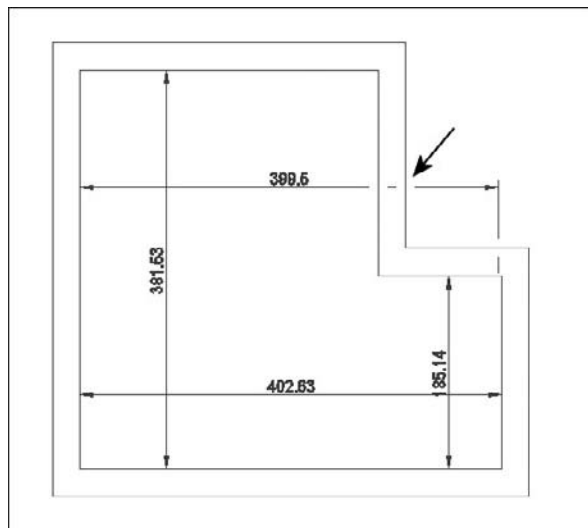

Fig.9.27
- 3 Sélectionner un objet qui coupe la cote ou la ligne de repère multiple. Appuyer sur Entrée (fig.9.27).